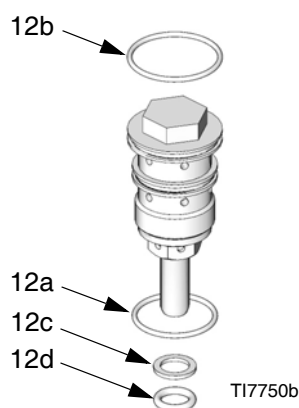

FIG. 13. Detalle de la válvula de vástago original
4. Vea la FIG. 13. Desenrosque los conjuntos de válvula de vástago (12). Las juntas tóricas pequeñas (12c, 12d) pueden no salir con los conjuntos de válvula de vástago. Asegúrese de retirarlas de la cubierta superior (1) o de la cubierta inferior (3).
6. Lubrique los conjuntos de válvulas de vástago (12) y vuelva a instalarlos en la cubierta superior (1) y la cubierta inferior (3). Apriete a 40,6-48,8 N•m (30-36 pie-lb).